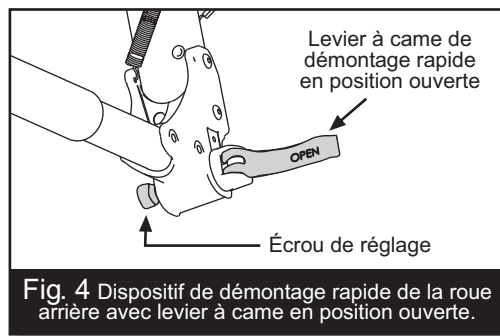
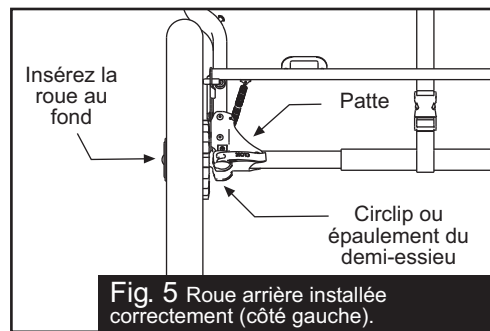
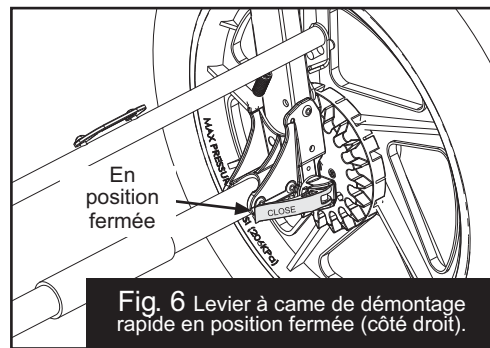
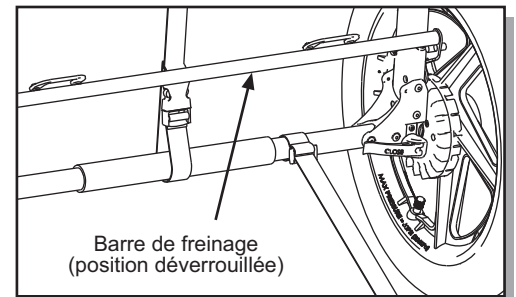

Fig. 4 Dispositif de démontage rapide de la roue arrière avec levier à came en position ouverte.
Fig. 5 Roue arrière installée correctement (côté gauche).
Fig. 6 Levier à came de démontage rapide en position fermée (côté droit).
Fig. 15 Frein de stationnement – position déverrouillée.
4. LES ROUES ARRIÈRE : Avant d'installer les roues arrière, placez la barre de freinage en position déverrouillée, tel qu'illustré à la figure 15. Placez le levier à came de démontage rapide de la roue arrière en position ouverte, tel qu'illustré à la figure 4. Insérez le demi-essieu de la roue arrière dans l'orifice qui se trouve à l'arrière de la patte. Si le demi-essieu ne s'insère pas facilement, desserrez à la main l'écrou de réglage du démontage rapide (Fig. 4). Remettez le demi-essieu dans la patte arrière en l'insérant complètement jusqu'à ce que l'épaulement du demi-essieu ou son circlip vienne toucher la patte (Fig. 5). Mettez le levier à came de démontage rapide en position fermée (Fig. 6). Le mot « CLOSE » devrait être clairement visible et le levier à came de démontage rapide devrait presque toucher la patte. Lorsque le levier est correctement réglé, il faudra appliquer une force considérable afin de réussir à le fermer (37 à 50 PSI ou 165 à 222 N.m). Si vous ne sentez pas cette résistance (trop lâche ou trop serré), ramenez le levier de démontage rapide en position ouverte (Fig. 4) et réglez l'écrou de réglage (dans le sens des aiguilles d'une montre pour serrer, dans le sens contraire des aiguilles d'une montre pour desserrer). Placez le levier à came de démontage rapide en position fermée (Fig. 6).
la poussette de l'avant vers l'arrière, et vice versa, après avoir mis le frein. Si la poussette ne bouge pas, le frein est bien mis. Pour relâcher le frein de stationnement, soulevez la pédale rouge de la barre de freinage avec votre pied jusqu'à ce qu'elle se replace en position de déverrouillage (Fig. 15).